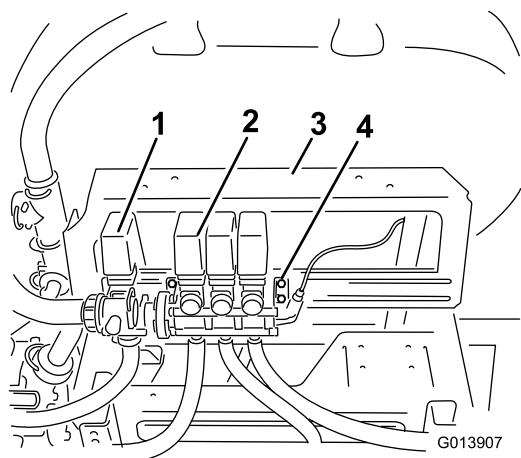

図 3
1. ブーム・バルブ・アセンブリを取り付けブラケットに固定しているボルトをゆるめる（外さないこと）（図 3）。